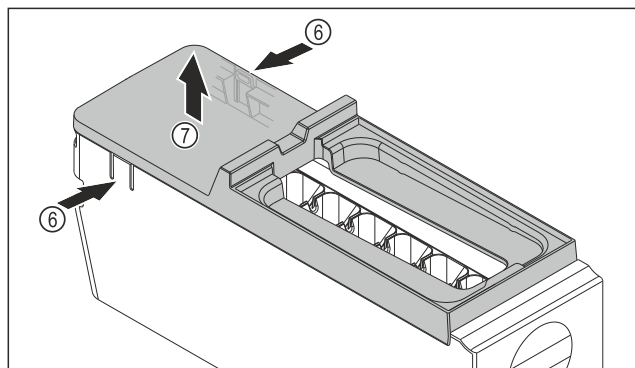

Fig. 92
- ▶ Abdeckung des EasyTwist-Ice-Korpus entnehmen: Laschen Fig. 92 (6) an den beiden Seiten des EasyTwist-Ice-Korpus mit einer Hand drücken.
- ▶ Abdeckung Fig. 92 (7) mit der anderen Hand nach oben entnehmen.